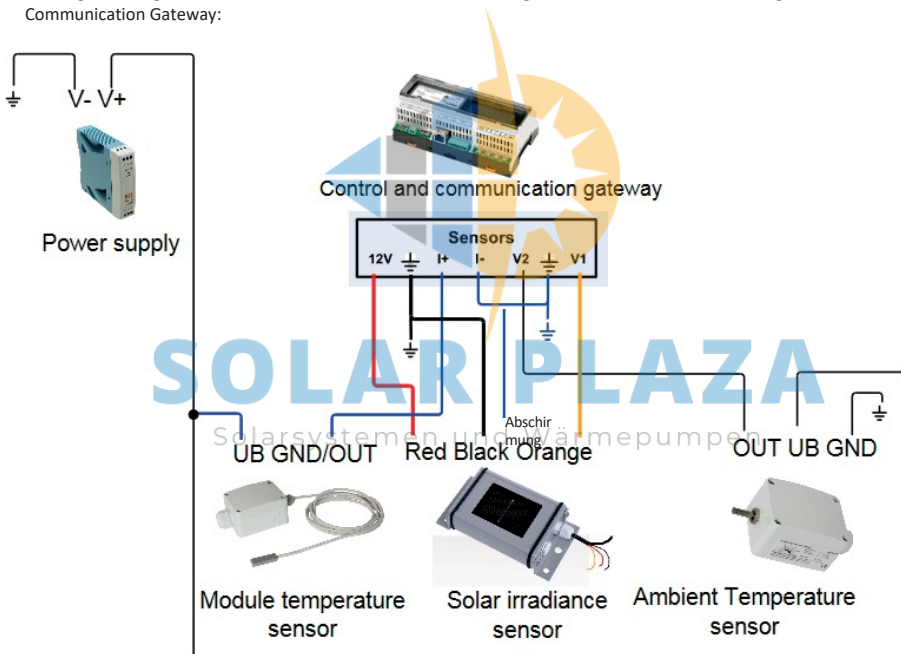

Abbildung 18: Anschlussdiagramm für Sensoren
- 3** Schließen Sie den Sensor je nach Typ wie folgt an (siehe Abbildung 18):